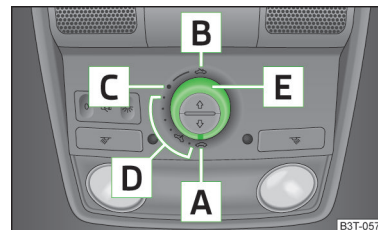
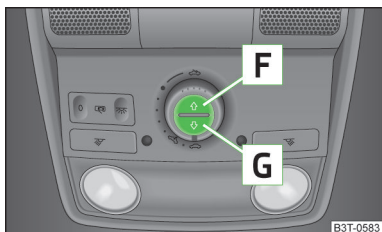

Fig. 47
Fig. 48
- Si par ex. la batterie a été débranchée et rebranchée, il se peut que le toit ouvrant coulissant/relevable ne fonctionne plus. Replacer ensuite le bouton rotatif en position **A** » fig. 47 à la page 69, le tirer et le maintenir au niveau de l'encoche vers le bas et l'avant. Le toit ouvrant coulissant/relevable s'ouvre et se referme au bout de 10 secondes environ. Relâcher le sélecteur seulement après.
- Si par ex. la batterie a été débranchée et rebranchée, il se peut que le store pare-soleil ne fonctionne plus. Tourner alors l'interrupteur sur la position **A** » fig. 47 à la page 69, et maintenir la touche **G** » fig. 48 à la page 70 enfoncée. Le store pare-soleil s'ouvre et se referme au bout de 10 secondes environ. Relâcher le bouton rotatif seulement après.
- Faire tourner le bouton sur la position **C** » fig. 47.
Les touches permettent de fermer et d'ouvrir le store pare-soleil » fig. 48.
- Pour une ouverture complète, appuyer brièvement sur la touche **F** » fig. 48.
- Pour une fermeture complète, appuyer brièvement sur la touche **G** » fig. 48.